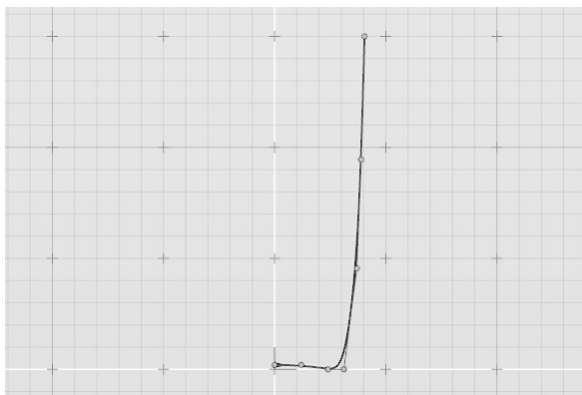

图 7-36 绘制一条 NURBS 曲线
1) 激活前视图，绘制一条 NURBS 曲线，如图 7-36 所示。